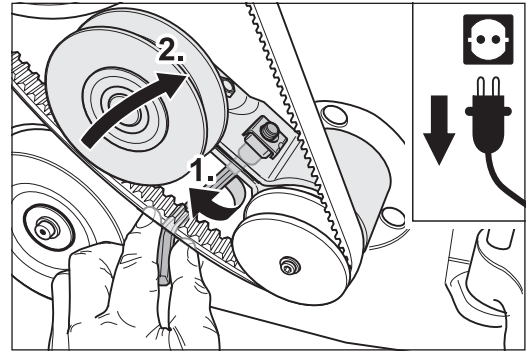

Abb. 60 Öffnen der Klemmschraube des Riemenspanners (1.) und entspannen des Keilriemens (2.).
- 4 Öffnen Sie die Klemmschraube des Riemenspanners für den Keilriemen des Ventilators (Abb. 60, 1.). Entspannen Sie den Keilriemen durch drehen des Riemenspanners (Abb. 60, 2.).